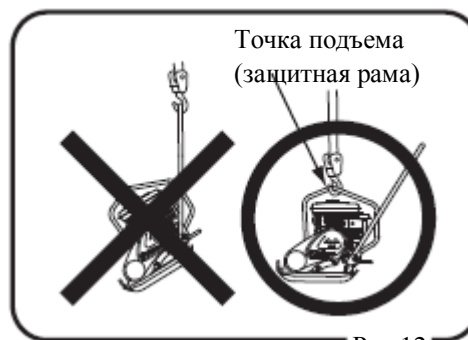

Рис.12
3. Зацепите крюк подъемного крана за предназначенную для подъема точку на защитной раме (рис. 12).